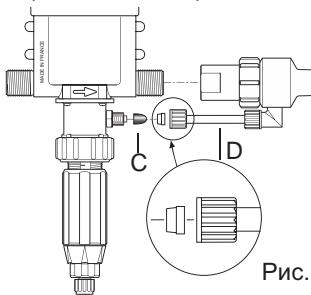

Рис. 2
Что касается моделей с наружным инжектором (IE), позволяющих работу при наличии некоторых концентрированных коррозийных продуктов, дозатор Dosatron поставляется с трубкой для наружного впрыскивания (Рис. 2-D). Будьте осторожны при завинчивании элементов !